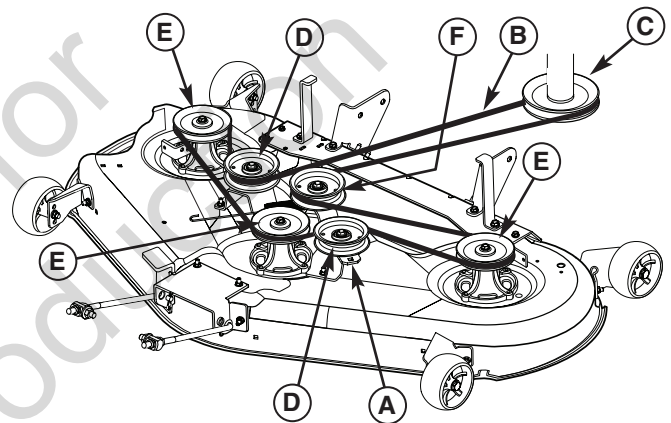

Figura 40. Dirección de la correa del cortacésped
3. Inserte el trinquete en el orificio de 9,5 mm (3/8 pulg.) del brazo de polea tensora (A, Figura 40) y tire para liberar la tensión de la correa.
4. Retire la correa de transmisión del cortacésped (B) de la polea del motor de transmisión (C).
6. Instale la nueva correa del cortacésped en la forma que se muestra en la Figura 40.